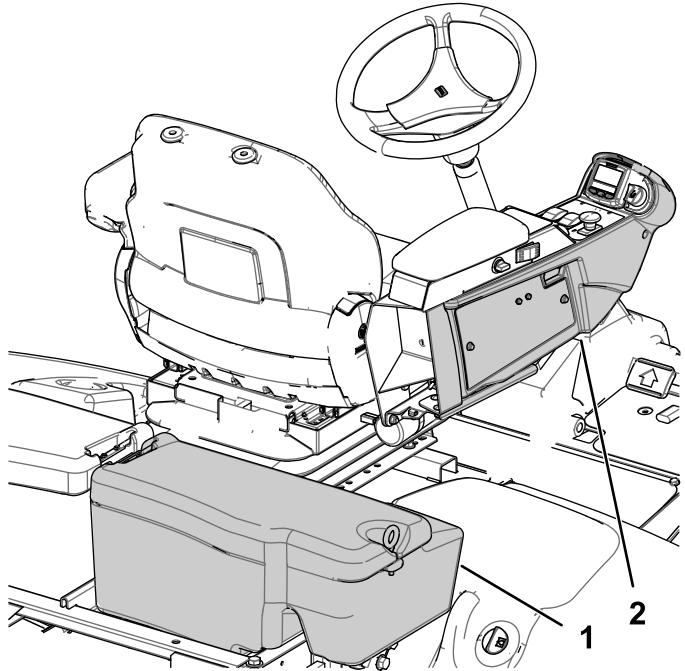

Рисунок 1
- 8. Снимите крышку правой стороны консоли, как показано на Рисунок 1.